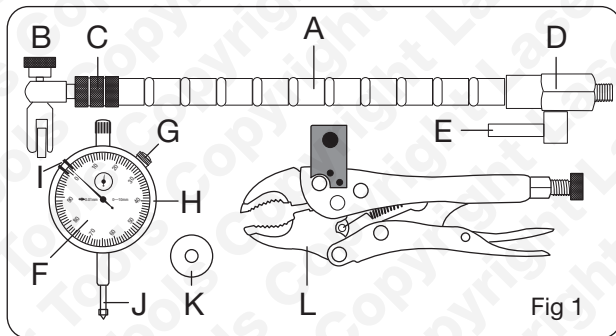

Fig 1
6. Mettre le comparateur à zéro en faisant d'abord tourner le disque de frein jusqu'à obtenir la mesure la plus basse ; desserrer alors la vis de blocage de la lunette (G) et faire tourner la lunette (H) pour aligner l'aiguille avec le zéro. Serrer ensuite la vis de blocage de la lunette (G). Fig. 1 et 3.
8. Les index mobiles (I) peuvent être déplacés pour marquer les deux extrêmes du déplacement de l'aiguille et fournir une indication du voile du disque. Il est également possible de placer les index mobiles sur les valeurs maximales données par le constructeur et de faire tourner le disque. Si l'aiguille reste entre les index mobiles, le voile du disque est acceptable.